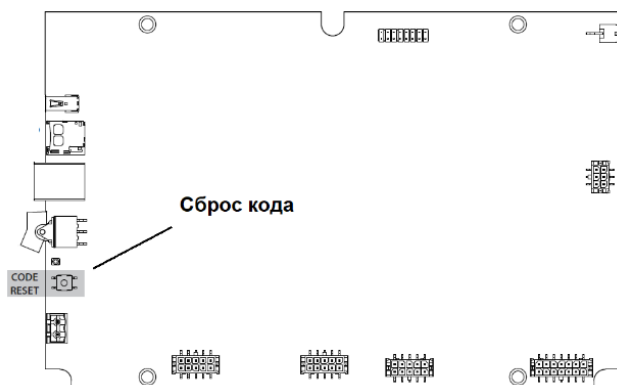

Рисунок 20
3. Включить питание, привести детектор в рабочее состояние, нажать и удерживать нажатой кнопку CODE RESET десять секунд (См. Рисунок 20). Кнопка расположена в левом нижнем углу платы контроллера.